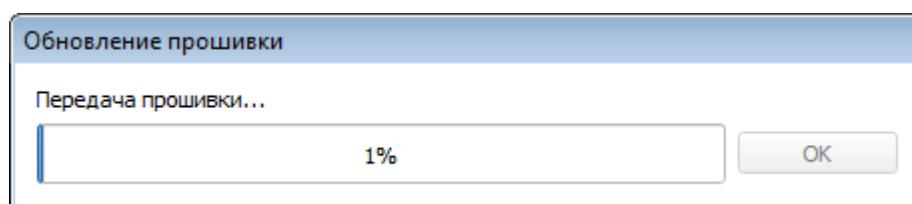

Рисунок 13 — Окно «Обновление прошивки»
3.4.2.5 «Обновить прошивку» – позволяет выбрать файл прошивки с жёсткого диска компьютера и осуществить его загрузку в счетчик. По завершении загрузки (рис. 13) счетчик отключится от программы автоматически. Актуальную версию прошивки счетчика можно скачать с сайта iotvega.com.